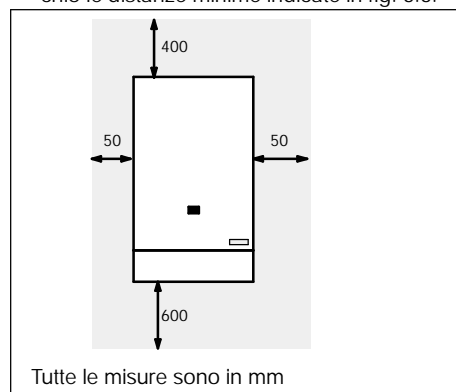

fig. 3.3
- Per consentire le operazioni di manutenzione è indispensabile lasciare intorno all'apparecchio le distanze minime indicate in fig. 3.3.
- Nel caso di inserimento della caldaia in un mobile, riparo o nicchia, oltre alle distanze riportate in fig. 3.3 va tenuto presente che l'eventuale ostacolo posto frontalmente alla caldaia (es. la porta del mobile) deve distare almeno 10 cm